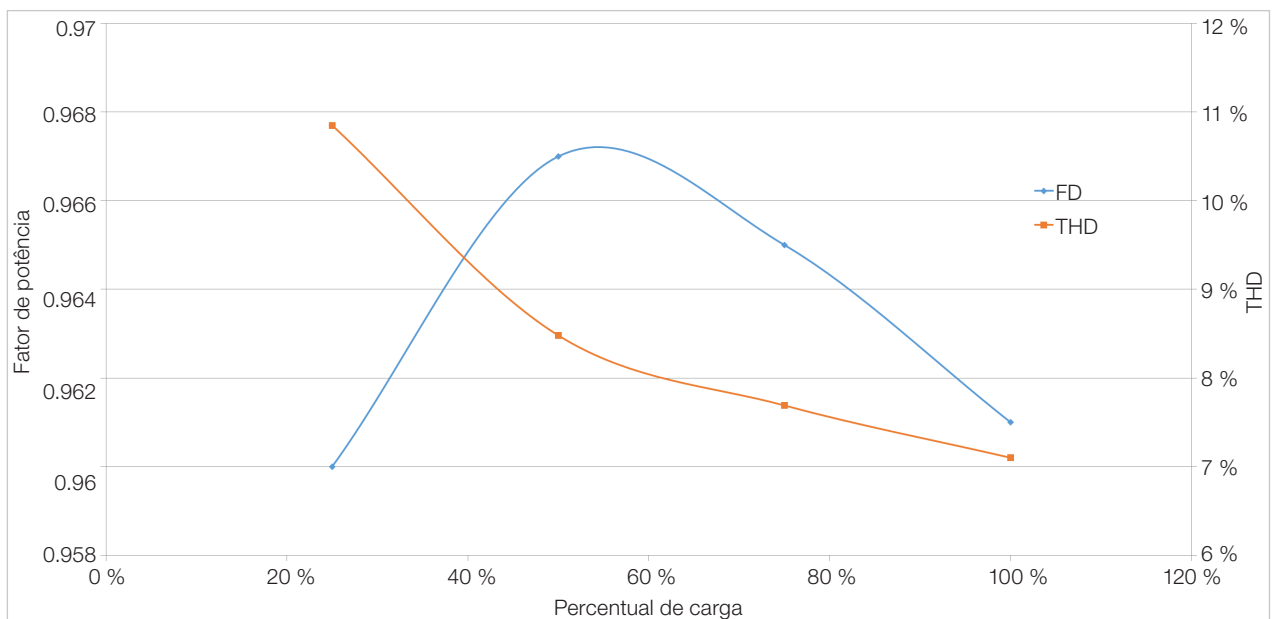

Figura 3.13: Fator de Potência (FP) e THD(I) com a variação da potência de saída. Retificador 12 pulsos
Na Tabela 3.8 na página 3-13, Figura 3.12 na página 3-13 e Figura 3.13 na página 3-13 são apresentados os valores típicos do conteúdo harmônico das correntes, Fator de Potência e THD(I) na rede elétrica, considerando-se o retificador 12 pulsos.